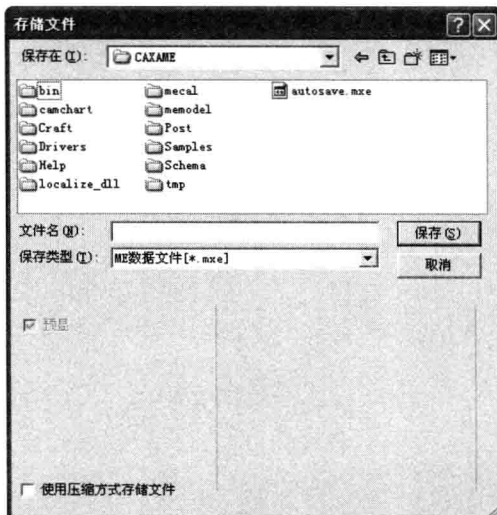

图 1-3-1
(1)单击 CAXA 制造工程师 2011 工作界面中工具栏中的“保存”图标,系统弹出“存储文件”对话框,如图 1-3-1 所示。选择相应的文件目录和文件类型,输入文件名称,单击“保